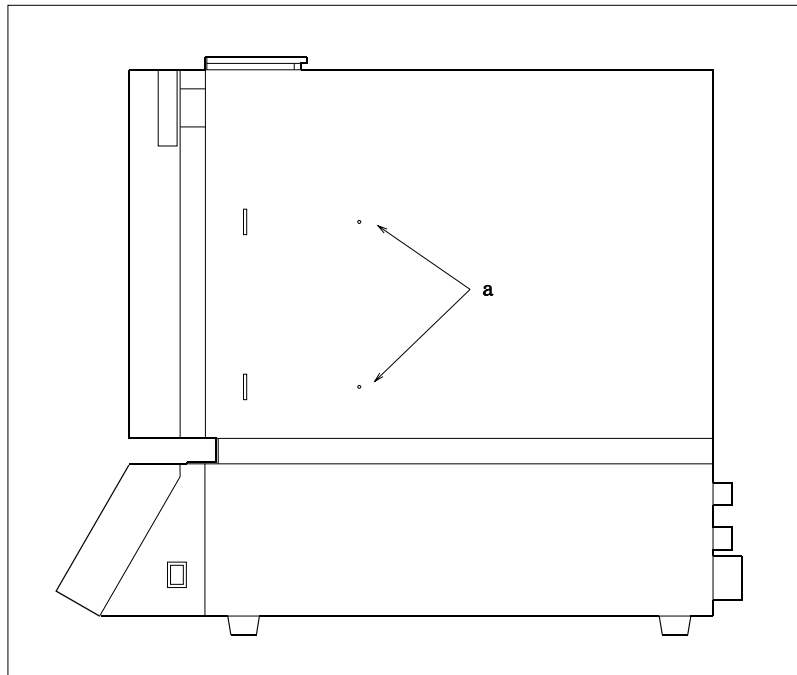

図 1
- ・ 図1の " a " の2ヶ所のビスを取り、角溝に合わせてガス導入ユニットを取り付けてください。